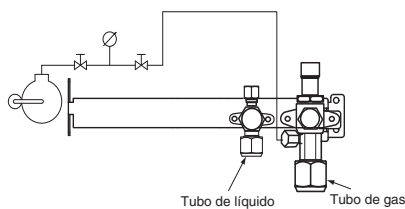

Fig. 9-2
- (6) Las válvulas de servicio de los tubos de gas y líquido están abiertas. Si no, ábralas ahora. (Fig. 9-2)